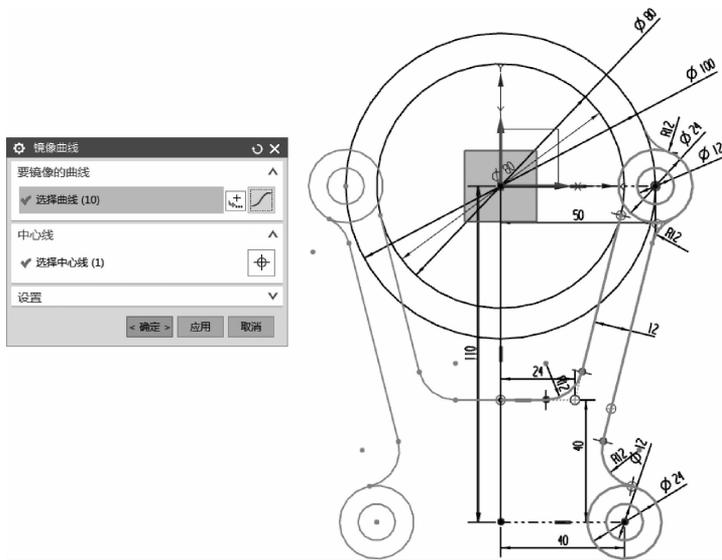

图 2-47 镜像曲线
(9) 镜像曲线。在“草图”工具条中单击图标,选择右边的圆、切线、倒圆角和直线,选择中间竖直线为中心线,得到镜像曲线,如图 2-47 所示。